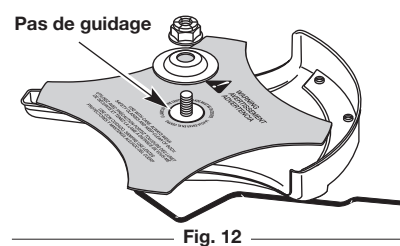

Fig. 12
2. Assurez-vous que la lame de coupe est centrée sur le pas de guidage et qu'elle repose à plat contre la bague de l'arbre de sortie (Fig. 12).